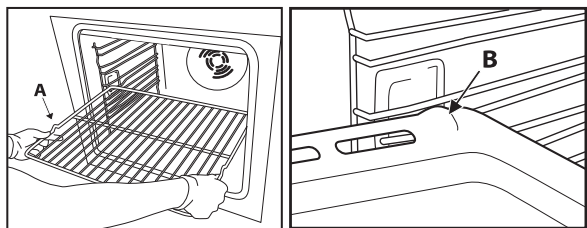

Fig. 1
1. Før risten vandret ind med den hævede del «A» vendt opad (Fig. 1).